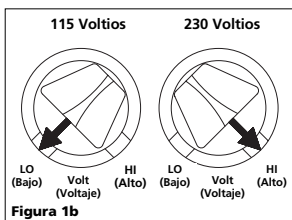

Figura 1b
- Gire la perilla del selector para la definición correcta de voltaje (Figura 1b).